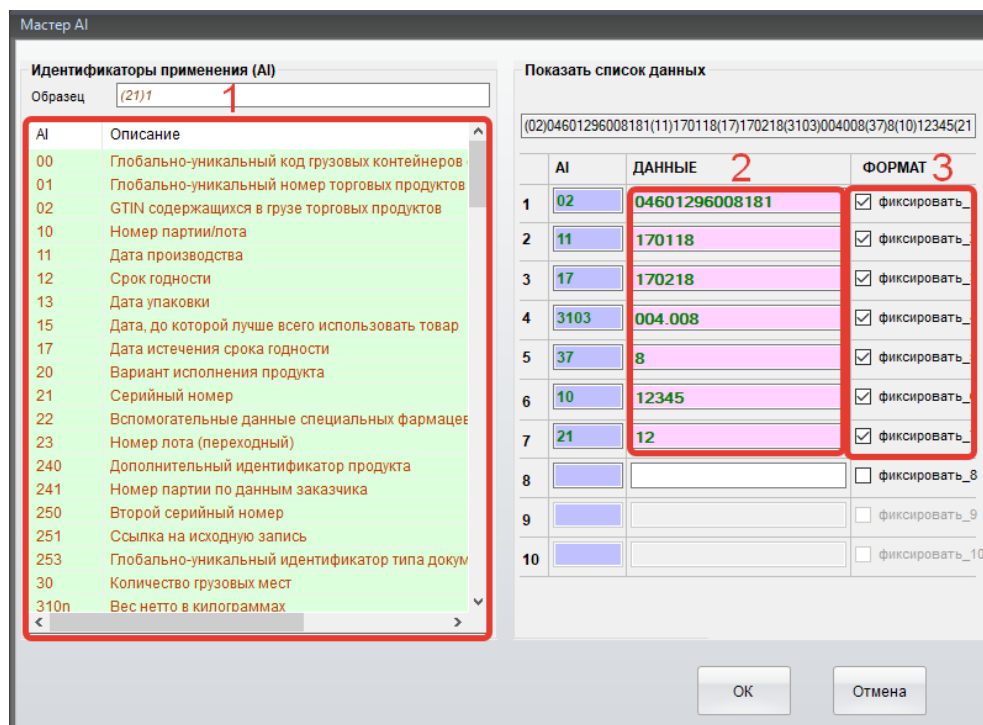

Рис. 7
Открывается окно идентификаторов применения (AI)(рис. 7).Рассмотрим его более подробно. Слева в п.1 перечислены все идентификаторы применения. Выбираем нужный идентификатор, далее в п.2 вводим наши данные и справа в п.3 фиксируем данные. Если данные выделены зелёным цветом: ввод был правильным. При выделении данных красным цветом: не были соблюдены правила формирования AI.